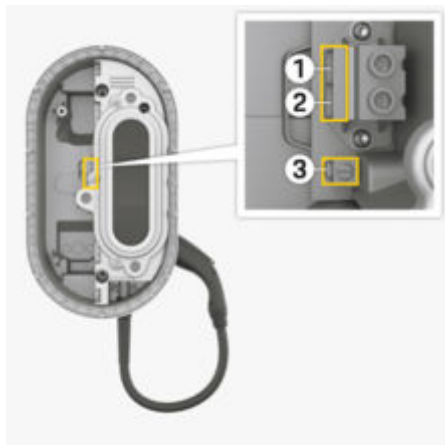

Fig. 53 Puntos de conexión de cable
2. Conecte L1 1 (Fig. 53) y L2/N 2 (Fig. 53) al bloque grande de terminales negro.
3. Conecte la tierra 3 (Fig. 53) al bloque pequeño de terminales. Apriete el tornillo del bloque de terminales con un torque de 1.5 lbf.ft. (2 Nm).